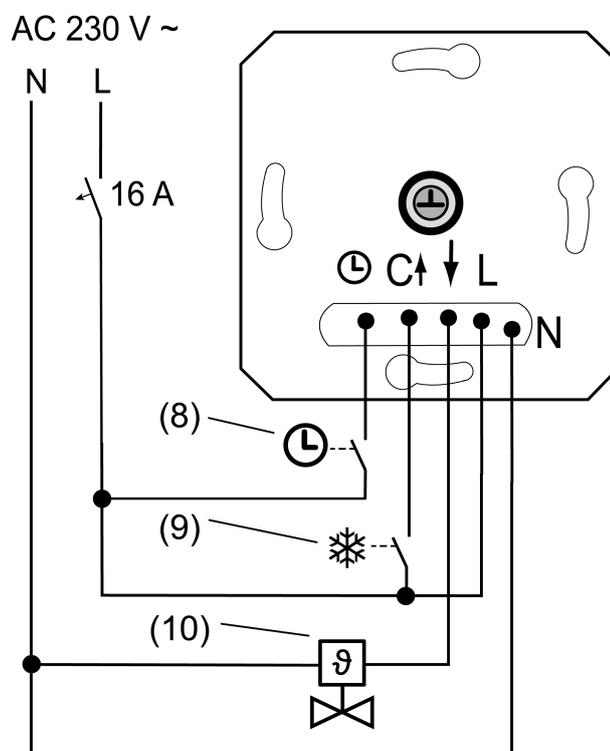
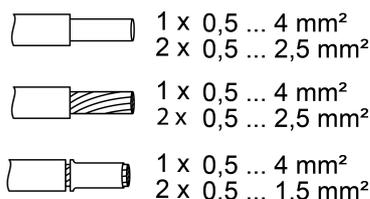

Figura 2: Esempio di collegamento dell'unità da incasso
Figura 3: Sezione trasversale conduttore
- Collegare l'attuatore elettrotermico (10) sull'unità da incasso (1) secondo lo schema di collegamento (Figura 2). Rispettare le sezioni dei conduttori (Figura 3).
- Se lo si desidera, collegare l'ingresso del funzionamento di abbassamento  $\ominus$  tramite un contatto di commutazione di un orologio centrale (8).